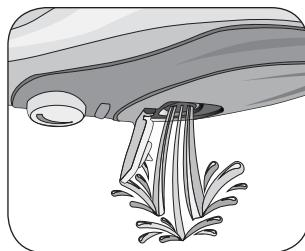

Fig. 9
Girar o manípulo de regulação do vapor (E) colocando-o em OFF. Desligue o cabo de alimentação da tomada de corrente. Esvazie totalmente o reservatório da água de modo a evitar que a água estagnada favoreça a formação de calcário (Fig. 9).